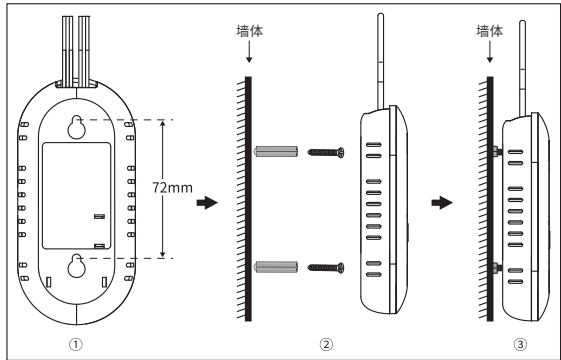

图2-产品安装示意图
(1) 在确定的墙体安装位置上打两个6mm左右的孔（孔间距约72mm，如下图2）放入绿胶塞后打上螺丝，再将探测器挂上，插上电源即可。